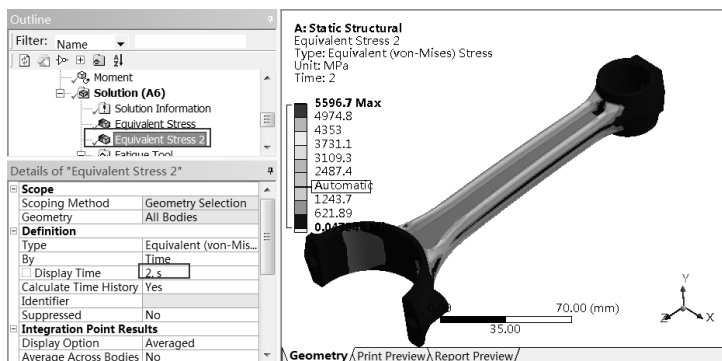

图 16-26 应力分析云图
Step2：如图 16-26 所示是在力矩作用下的应力分析云图。